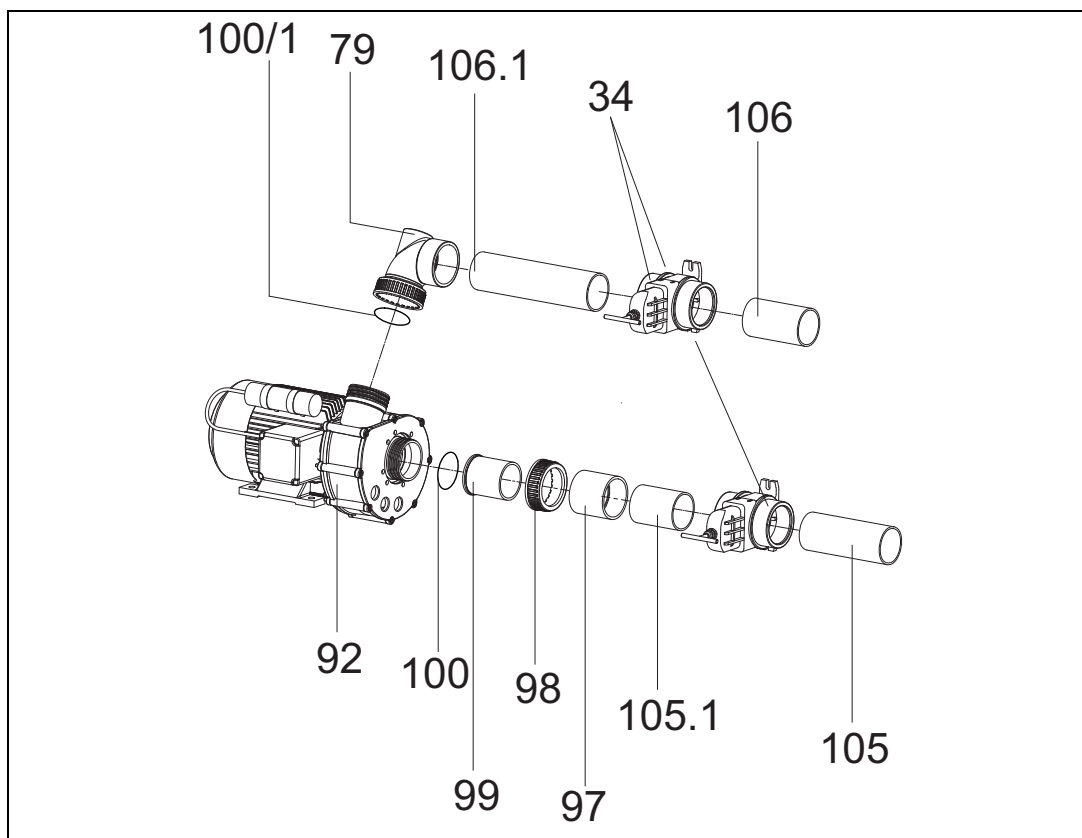

Fig. 14
13. Collegare e incollare la pompa Jet **(92)** dal lato di aspirazione al tubo di aspirazione **(105.1)**, manicotto **(97)**, raccordo **(98; 99)**, e dal lato di mandata al tubo di mandata **(106.1)**, curva riduttrice speciale **(79)** *(fig. 14)*.